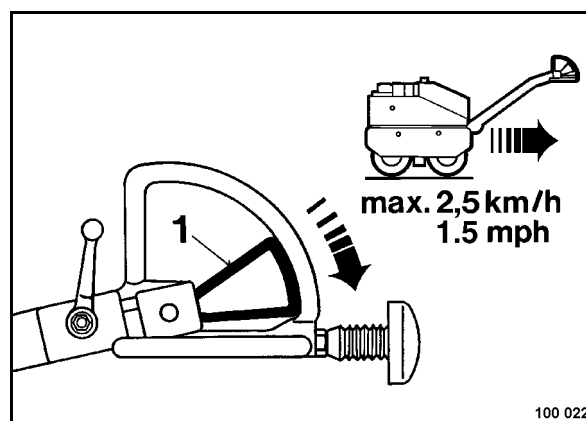

рис. 30
- Медленно переместить рычаг (1) (рис. 30) назад; машина плавно ускоряется назад.